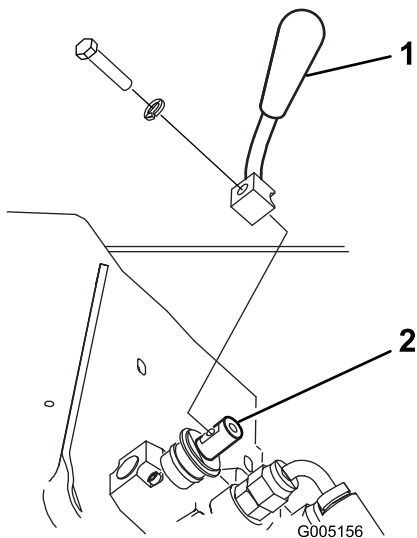

Figura 3
2. Sujete la palanca a la válvula selector de velocidad usando el perno y la arandela de freno, según se muestra en Figura 3.